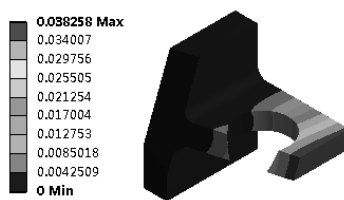

图 4-40 Section Planes
- ✧ Section Planes: 允许用户去真实地切割模型, 需要先创建一个剖面, 然后显示剖切后的云图, 如图 4-40 所示。